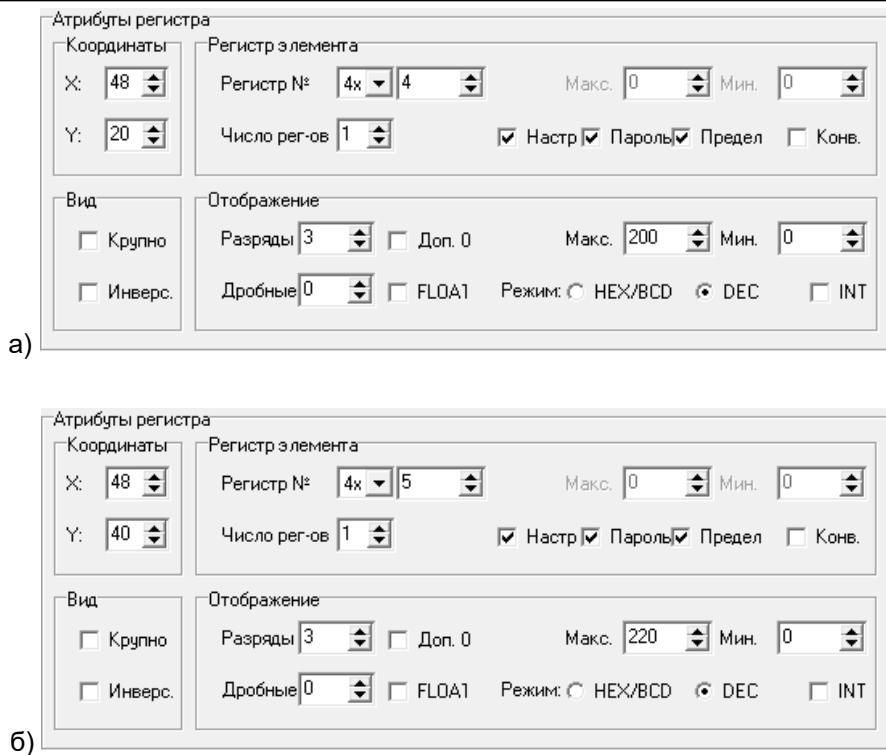

Рисунок 7.11 – Атрибуты регистров (а – «Зона 1», б – «Зона 2»)
22. Используя элемент «Регистр», создать поля отображения реального значения температуры (см. п. 4.7) справа от элементов «Зона 1» и «Зона 2». Значения атрибутов регистров, см. рисунок 7.11, а, б.